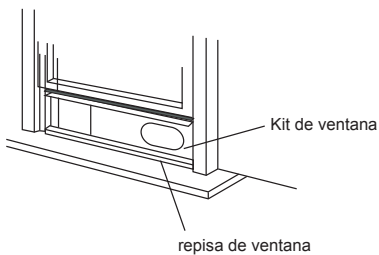

Fig. 10
3. Corte el sello de espuma (tipo adhesivo) a la longitud adecuada y adjúntelo en la parte superior de la ventana. Tal como se muestra en la Fig. 10.